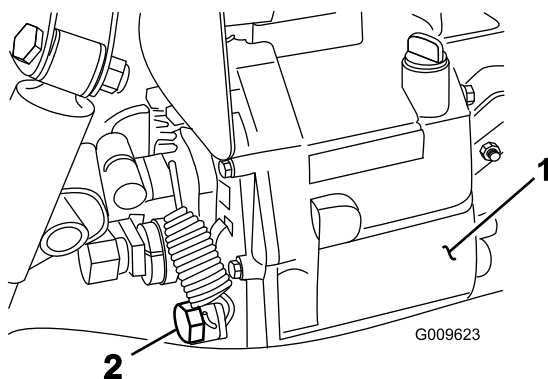

图66
2. 从液压油箱侧面取下排油塞，让液压油流入放油盘（图66）。